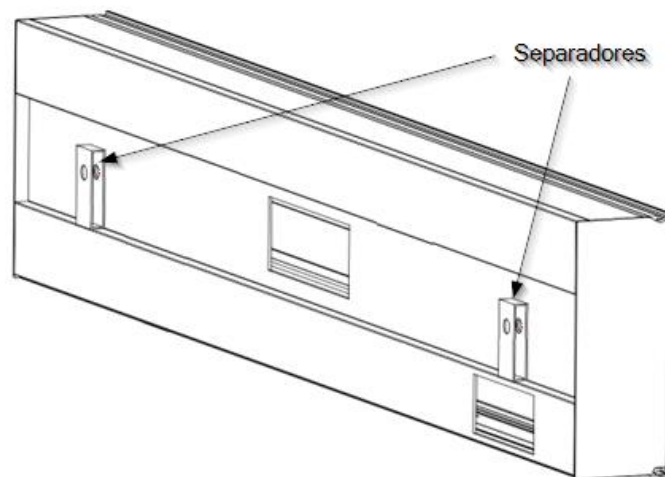

Fig. 5 Achterste afstandhouders om doorbuigen van het centrale profiel te voorkomen.
- Om het deksel weer te plaatsen, sluit u het met de hand totdat het contact maakt met het chassis van het apparaat en plaatst u de verzonken schroeven M4 DIN 965 (3) weer terug.
- Plaats de afstandhouders om te voorkomen dat het middenprofiel doorbuigt, zoals te zien is in afbeelding 5.